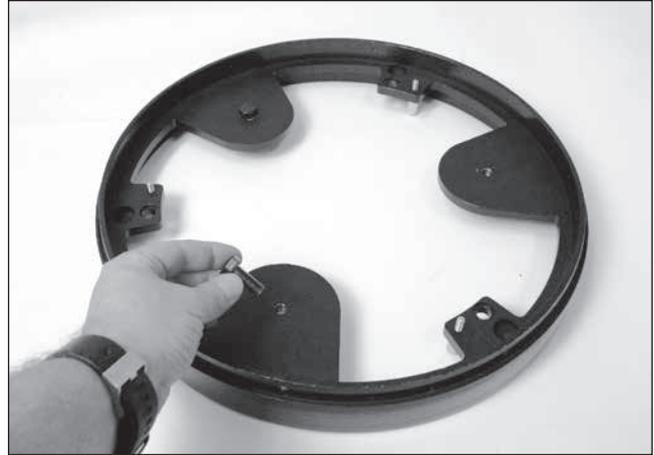

Figura 19. Enrosque los tres tornillos de fijación del contrapeso en los agujeros del anillo del extremo posterior y apriete firmemente con una llave.
2. Enrosque los tres pernos de montaje del contrapeso en sus respectivos agujeros en el anillo del extremo posterior, como se muestra en la **figura 19**. La cabeza de los pernos debe estar más cerca del espejo primario; el extremo roscado de los pernos debe sobresalir hacia afuera, en el mismo lado de la estructura de soporte como los botones de colimación. Utilice una llave ajustable o una llave inglesa de 16 mm para apretar bien los pernos.